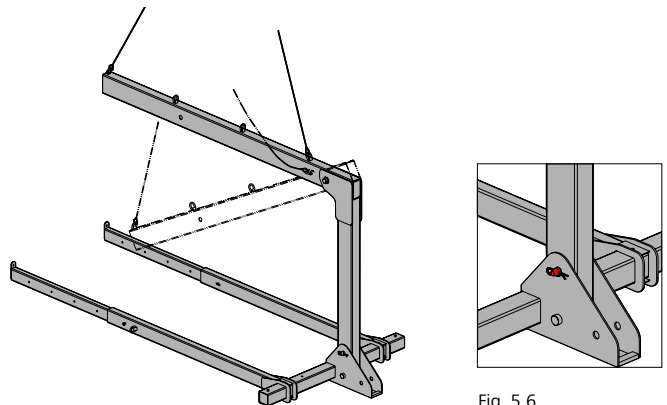
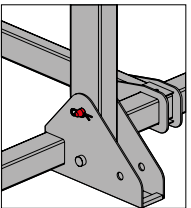

Fig. 5.5 Lors du désélingage, le bras descend pour pouvoir décrocher les crochets de l'élingue de plain-pied.
Fig. 5.6
- Quand le palonnier est entièrement déplié, remettez l'axe en place et bloquez-le avec la goupille (Fig. 5.5 et Fig. 5.6).
Lors du désélingage, le bras descend pour pouvoir décrocher les crochets de l'élingue de plain-pied (Fig. 5.5 et Fig. 5.6).